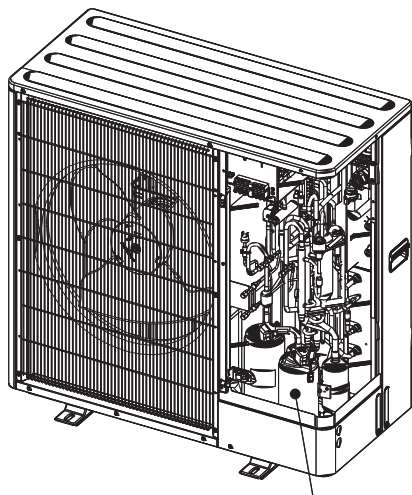

Fig. 8-1
Hvis enheden er en PUZ-WZ80VAA, er der to kompressorer, og følgende procedurer skal kun udføres på den kompressor, der vises i Fig. 8-1.
- Hvis enheden er en PUZ-WZ80VAA, er det kun den kompressor, der vises i Fig. 8-1, som varmes op.